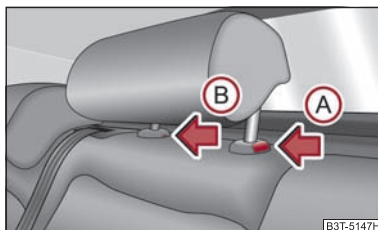

Fig. 72 Asientos traseros: reposacabezas central
- Pulse el seguro en sentido de la flecha (A) ⇒ fig. 72, presione al mismo tiempo con un destornillador plano, con un ancho de 5 mm como máx., el seguro en el orificio (B) y retire el reposacabezas.